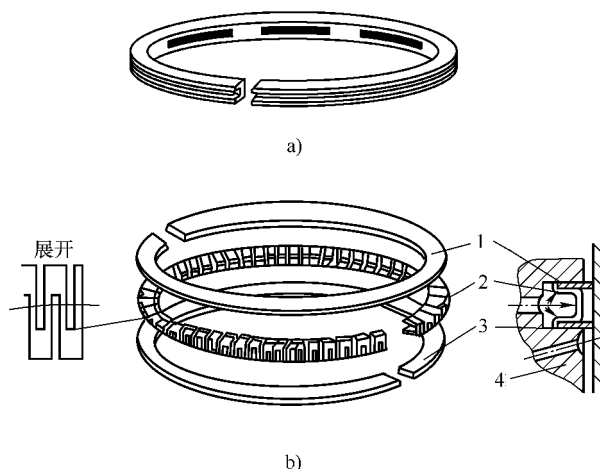

图 2-6 组合式油环
(4)组合式油环:由起刮油作用的上下两片钢片和一个起径向、轴向弹力作用衬簧组成。组合式油环没有侧隙,也就关闭了油从背隙、侧隙的泵油通道。再加弹力大,回油能力强,对锥形或失圆缸筒更有利,刮油效果好于整体式,见图 2-6。